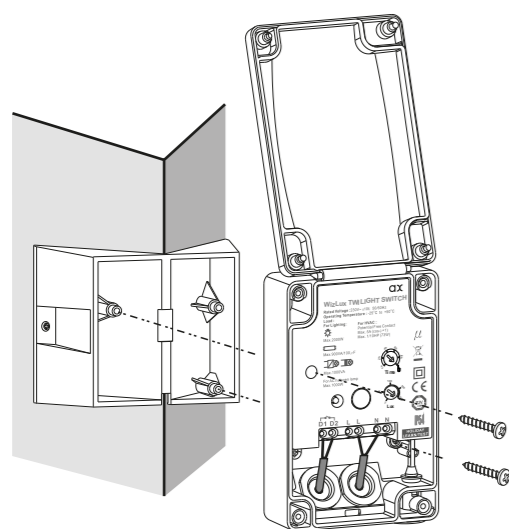

FIG.9
3.3.3.3 Fije el IC FCL 209 sobre el soporte. Después baje la tapa y atorníllelo firmemente (ver FIG.9).